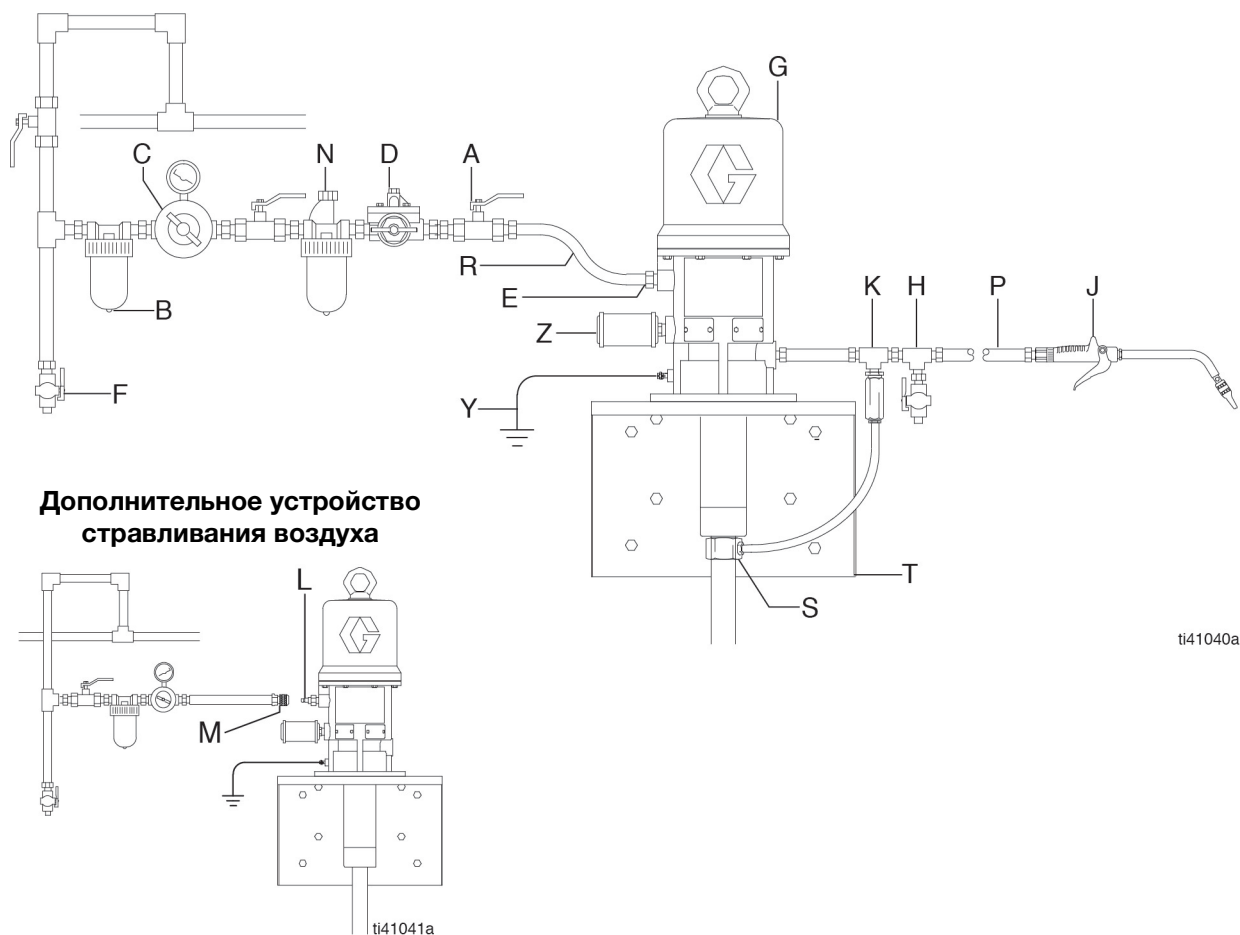

Рис. 1: Типовой монтаж
Типовая схема установки, показанная на Рис. 1, представлена в качестве примера для выбора и установки насоса. Она не является реальной конструкцией системы. За помощью в разработке системы, отвечающей вашим требованиям, обращайтесь к представителю или дистрибьютору компании Graco.
Установите вспомогательные принадлежности как показано на Рис. 1.
1. Вкрутите глушитель (5) в соответствующее отверстие 3/4 дюйма (npt) и затяните его гаечным ключом, удерживая им лыски глушителя рядом с наружной резьбой.
2. Установите автоматическую масленку (N) на трубопроводе сжатого воздуха для смазывания пневмомотора.
3. Установите регулятор подачи воздуха (C) для управления скоростью и давлением насоса.
4. Установите фильтр (B) линии подачи воздуха, который удаляет вредные загрязняющие вещества из подаваемого сжатого воздуха.
5. Установите главный воздушный клапан стравливающего типа (A) для изоляции вспомогательных принадлежностей при проведении технического обслуживания. См. Рис. 1. Чтобы заказать главный воздушный стравливающий клапан, указывайте в заказе артикул 107142.
В качестве альтернативы главному воздушному стравливающему клапану можно установить быстроразъемную муфту (M) линии подачи воздуха с внутренней резьбой и быстроразъемный фитинг с наружной резьбой (L) (см. Рис. 1) для выполнения функции устройства стравливания воздуха.
6. Установите дренажный клапан (H) рядом с отверстием для выпуска материала из насоса, чтобы сбросить давление материала в шлангах и краскораспылителе при открытии. Для заказа клапана слива материала указывайте в заказе артикул 210658.
7. Установите комплект тепловой разгрузки (K) на сторону насоса с распределительным клапаном. Для заказа комплекта тепловой разгрузки для давления 110 бар (1600 фунтов/кв. дюйм, 11 МПа) указывайте в заказе артикул 240429.
8. Установите подходящий шланг для материала (P) и раздаточный клапан (J).
Насос, изображенный на Рис. 1 монтируется на стену. Для заказа кронштейн для крепления на стену указывайте артикул 238425.